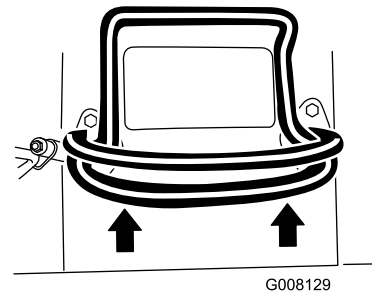

Figura 9
- Per avanzare, spostate in avanti il comando della trazione (Figura 9).